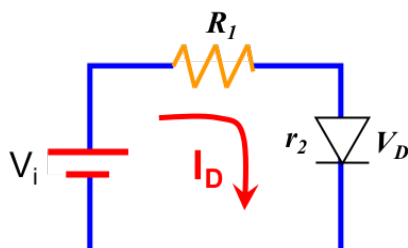

Figura 6: Montaxe dun diodo.
O circuíto que imos precisar no experimento amósase na Figura 6. Imos a empregar un diodo LED, que son dispositivos que emiten luz cando unha corrente eléctrica os atravesa, ou un diodo rectificador 1N4007 que non emite luz e soporta maiores intensidades. Todos os diodos teñen unhas especificacións determinadas polo fabricante e que debemos ter en conta cando os polarizamos en directa (determinar o valor da resistencia que colocamos en serie) para que os valores de V_D e I_D non superen os limiares especificados. Imos a seguir os seguintes pasos:
- Obter a curva característica do díodo (representación de I_D fronte a V_D) baixo polarización directa. Para iso, debes montar o circuíto da Figura 6.